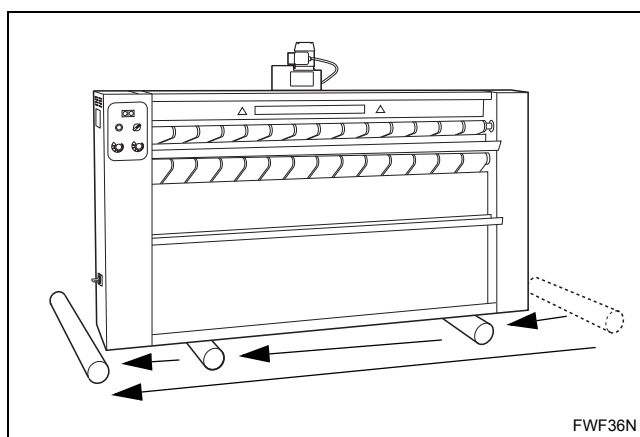

Figura 7
8. Rode a calandra lentamente para a frente, para que saia do primeiro rolete, permanecendo sobre o segundo rolete, e se desloque para cima do terceiro rolete. Consulte a *Figura 7*.